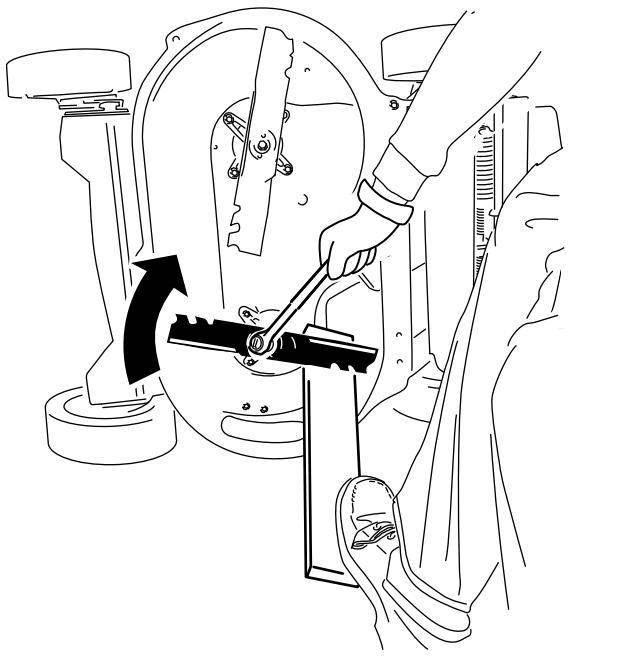

Figura 31
2. Inmovilice cada cuchilla con una tabla de madera, y gire el perno de la cuchilla en sentido horario con una llave dinamométrica, como se muestra en la Figura 31; apriete el perno de la cuchilla a **82 N·m (60 pies-libra)**.